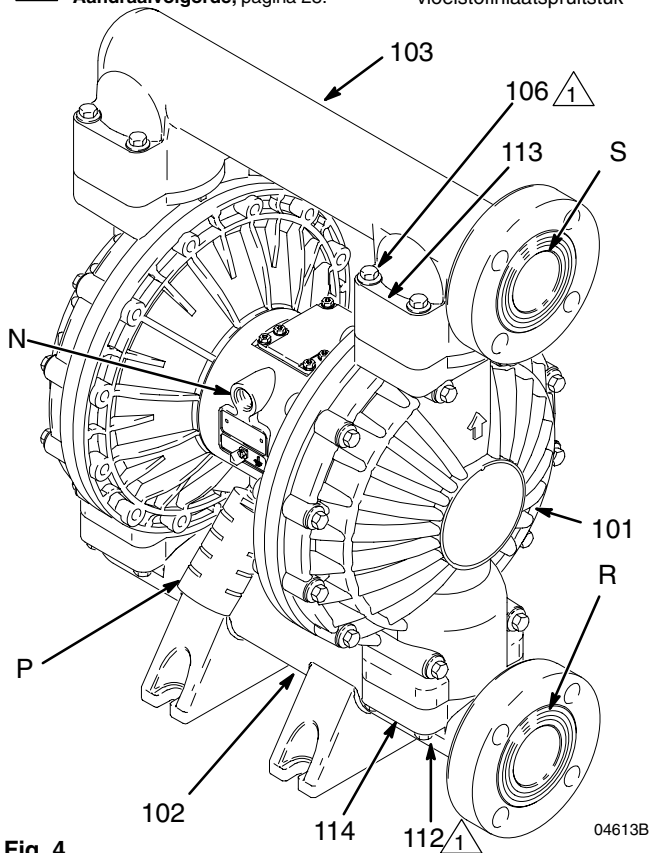

Fig. 4
De pomp wordt geleverd met de vloeistofinlaat- (R) en -uitlaatpoorten (S) in dezelfde richting. Zie Fig.4. Het veranderen van de richting gaat als volgt:
1. Verwijder de schroeven en sluitringen (106, 112, 113 en 114) waarmee het inlaatspruitstuk (102) en/of het uitlaatspruitstuk (103) op de deksels (101) vast zit.